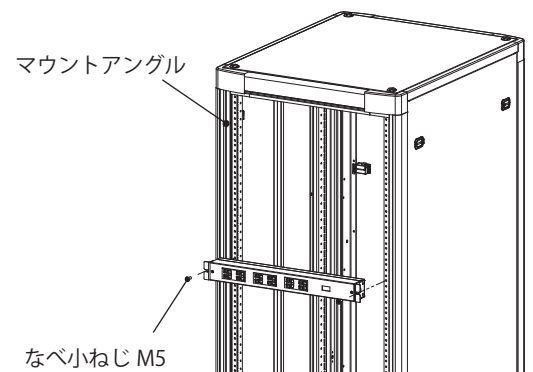

図 5
2. マウントアングルに付属のなべ小ねじ M5 で固定してください。(図 5)